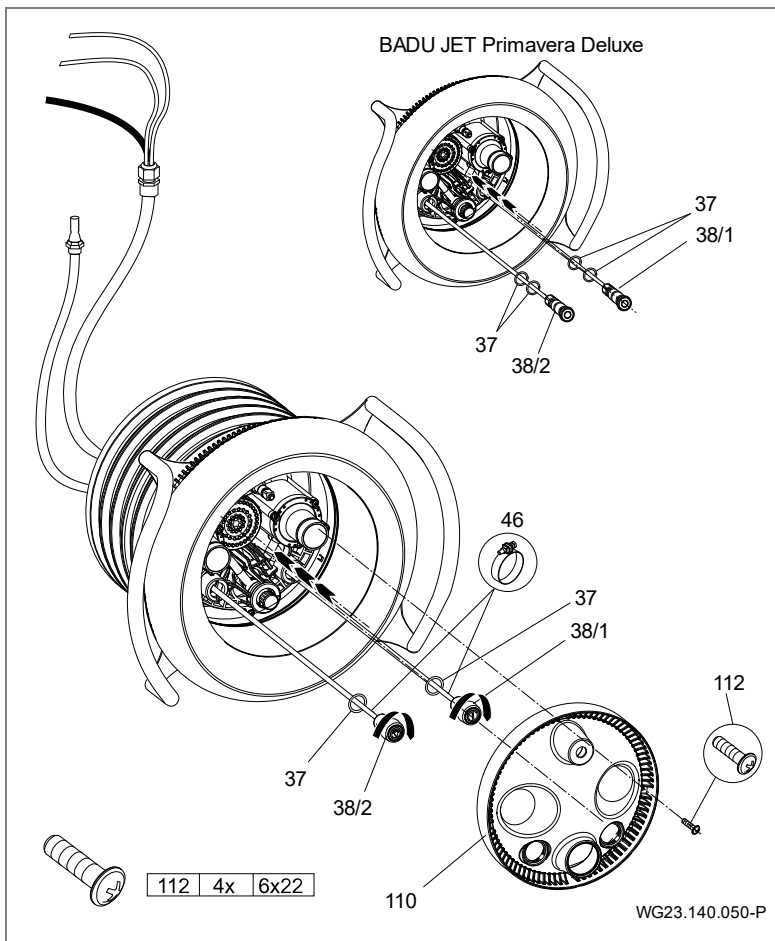

Fig. 19
pneumatici nell'alloggiamento degli ugelli e bloccarli girando in senso orario. (Fig. 19)
10. Posizionare la copertura di acciaio inox (93.1) con i noduli di centraggio sulle cavità presenti sulla copertura di aspirazione (93) e unire a pressione manualmente. Attenzione alla scritta "OBEN" (ALTO) sulla copertura di acciaio inox. Per bloccare la copertura, con un cacciavite ripiegare all'indietro le due linguette sfalsate lateralmente. (Fig. 19)